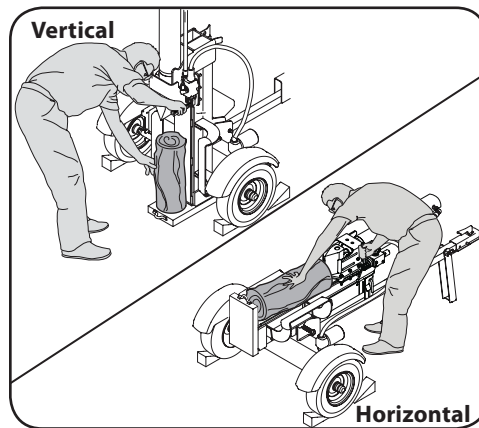

Figura 1-1
6. Siempre opere la máquina desde la(s) zona(s) del operador que se especifican en el manual. Vea la Figura 1-1.
- a. Posición horizontal de funcionamiento: Párese del lado de la palanca de control de la máquina rompetroncos y establezca el tronco como se indica, si es necesario. Vea la Figura 1-1.